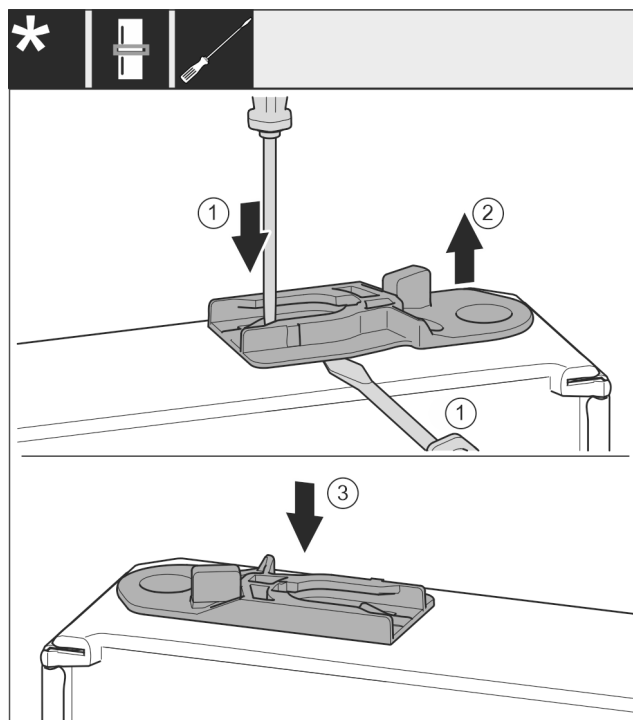

Fig. 53 *
- Извлеките направляющее гнездо: прижмите накладку Fig. 53 (1) шлицевой отверткой и одновременно переместите ее шлицевой отверткой под направляющее гнездо Fig. 53 (2)*
- Вставьте входящее в комплект поставки направляющее гнездо Fig. 53 (3) на другой стороне корпуса.*